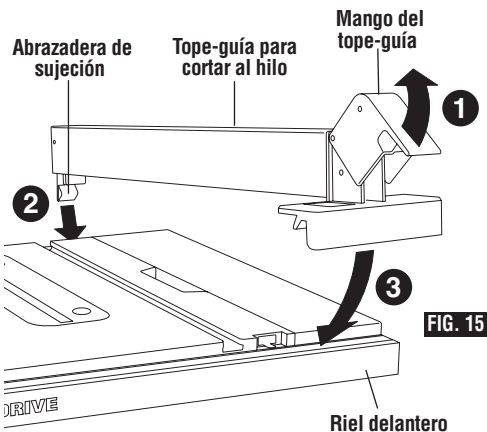

FIG. 15
- Suba el mango del tope-guía para cortar al hilo tal como se muestra en la ilustración (Fig. 15), de manera que la abrazadera de sujeción quede lo suficientemente hacia afuera como para acoplarse sobre la mesa y en la ranura en "V" ubicada en la parte posterior del riel trasero.